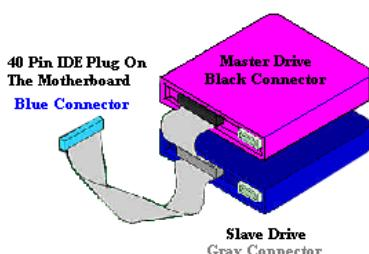

図 2-8. Ultra ATA/66 ケーブルの接続方法
- 黒いコネクタをマスターHDD のプラグに差し込みます。次にグレイのコネクタをスレーブドライブ (セカンドドライブ、CD-ROM、テープドライブなど) のプラグに差し込みます。図 2-8 を参照してください。